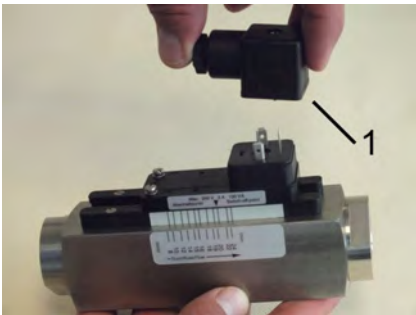

Abb. 74: Steckerdose abziehen
2. Steckerdose mit dazugehöriger Dichtung (Abb. 74/1) nach oben abziehen